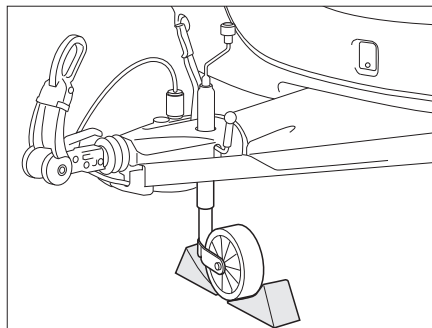

Fig. 186 Retener la rueda de soporte
- Colocar la rueda de soporte en posición transversal con respecto a la dirección de marcha y retenerla con dispositivos adecuados (Fig. 186).